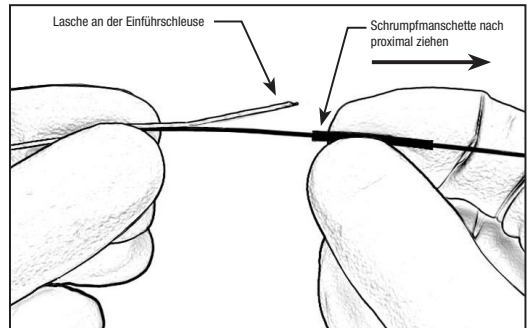

Abbildung 3 – Schrumpfmanschette proximal ziehen
17. Das Produkt knapp distal zur Schrumpfmanschette halten und die Schrumpfmanschette nach proximal ziehen, um die Lasche der Einführschleuse freizulegen (siehe Abbildung 3).